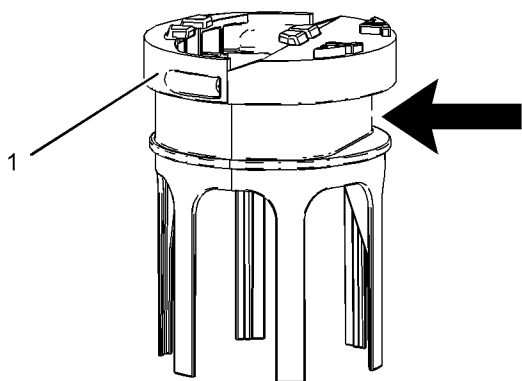

図 74
6. 図74のように、バンドクランプがフィルタベースの平らな部分と揃っていることを確認します。バンドクランプを $4.5 \pm 0.7 \text{ N}\cdot\text{m}$ ($40 \pm 6 \text{ lb in}$)のトルクで締め付けます(1)。また、締め付け時にフィルタがよれてコブができないよう注意します。